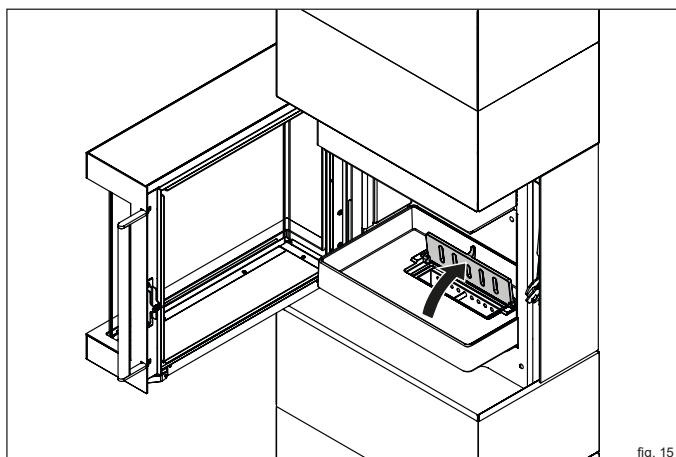

fig. 15
- ▶ **Aprire la griglia del cassetto cenere (fig. 15).**